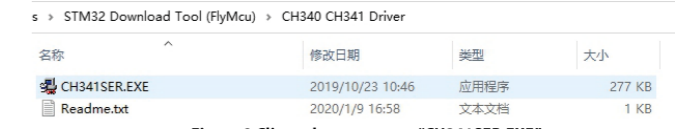

Figura 8 Clique duas vezes em "CH341SER.EXE"
**Passo 1:** Ligue o fio da porta de comunicação USB, clique duas vezes no ficheiro "CH341SER.EXE" para instalar, como mostra a Figura 8.
**Pașul 1:** Conectați cablul portului de comunicație USB, faceți dublu clic pe fișierul „CH341SER.EXE” pentru a instala, așa cum se arată în Figura 8.